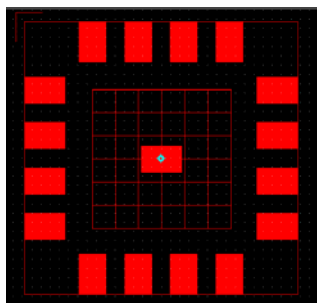
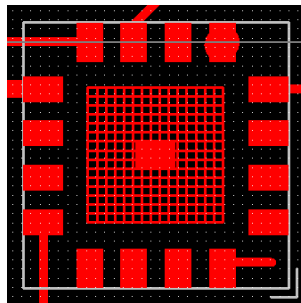
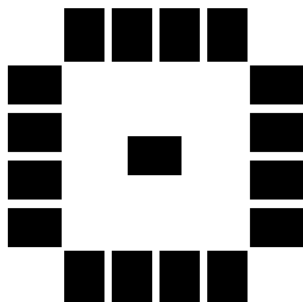
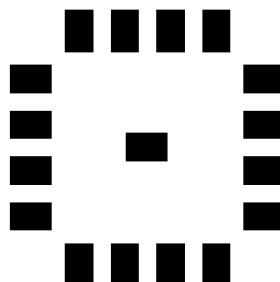

图 1
图 2
图 3
图 4
- 1) 定义器件中心大焊盘第 17pin 封装, 图 1 是 pcb 封装库, 图 2 为 layout 调用封装库后的形式。图 3 为 gerber 文件中 paste mask 图样。图 4 为 gerber 文件中 solder mask 图样。显然制作的封装不符合设计要求。有两个方法可以改善, 第一种方法就是前文提到的, 因为中间的 pad 为规则形状, 所以可以把 17pin 定义为标准 pad。第二种方法就是图 1 所示的, 定义任意一个规则小焊盘, 然后绘制一个 copper。然后用 Associate 命令把两者属性关联起来。